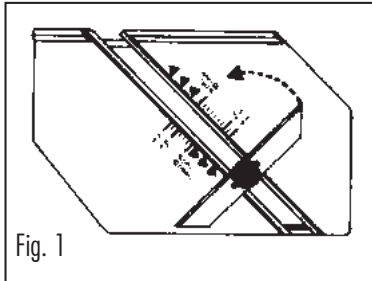

Fig. 1
- Spin blade around so cutting edge faces towards desired cut, either 45° or 90° (Fig. 1).
- Faites faire un tour à la lame de manière que son tranchant ait l'angle de coupé désiré, 45° ou 90° (figure 1).
- Haga girar la hoja para que el borde afilado apunte al corte deseado, a 45° o a 90° (Fig. 1).
- Die Klinge so drehen, dass die Kante zur gewünschten Schnittstelle zeigt, entweder 45° oder 90° (Abb. 1).
- Ruotare la lama di modo che il bordo tagliente sia rivolto verso il taglio desiderato, a 45° o a 90° (Fig. 1).